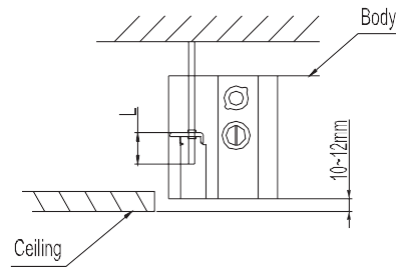

Fig. 1-4
- Justieren Sie die Position derart, dass die Abstände zwischen dem Grundgerät und den vier Seiten der Decke gleichmäßig sind. Der untere Teil des Grundgeräts sollte um 10~12 mm vertieft unterhalb der Zwischendecke liegen. (Siehe Abb. 1-4)
- Allgemein ist L die Hälfte der Schraubenlänge des Montagehakens. (siehe Abb. 1-4)